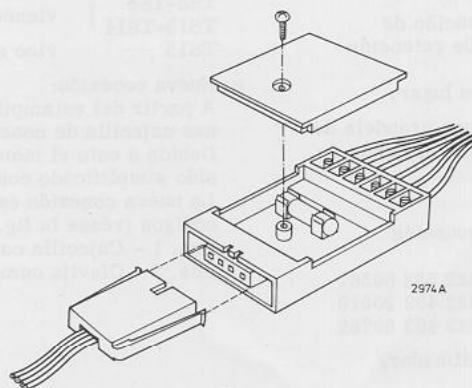

Fig. 1
- In fitting the toothed wheel 110, be sure that (1) the cam on this wheel points to the rear of the set when in OFF position, and (2) that the cam and the slider are exactly parallel to each other.
- Fixing the bracket 103 (Fig. 1 in service manual)
- Vastzetten van beugel 103 (fig. 1 in service manual)
De nieuwe aansluiting wordt geleverd onder 2 kodenummers (zie fig. 1):
- Fixation de l'étrier 103 (fig. 1, service manual)
La nouvelle connexion est fournie sous deux numéros de code différents (voir fig. 1):
- Befestigen von Bügel 103 (Abb. 1, Service Manual)
Der neue Anschluss ist unter den zwei nachstehenden Code-Nummern erhältlich (siehe Abb. 1):
- Fijación de la abrazadera 103 (fig. 1, service manual)